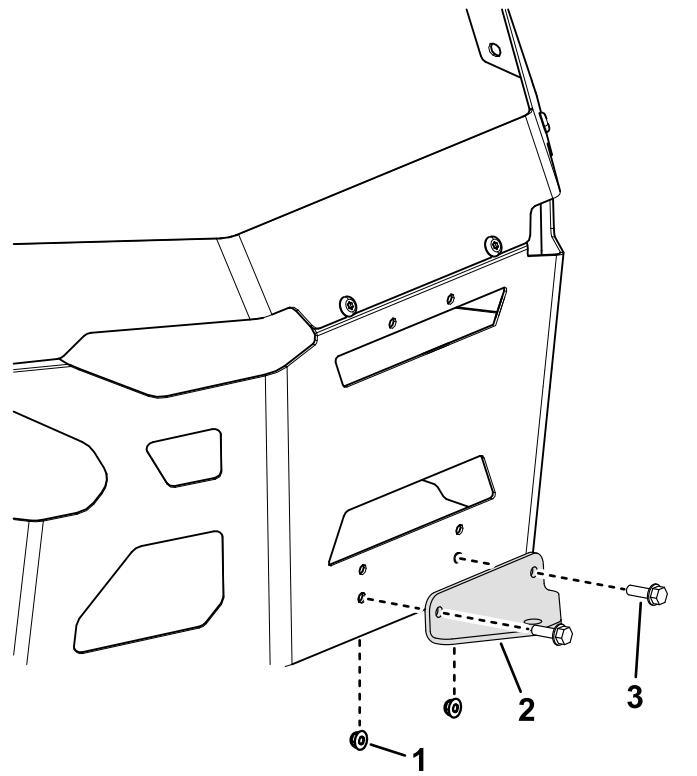

**Figure 5**
1. Fixez le support de stabilisation à la protection du moteur au moyen de 2 boulons de carrosserie ( $\frac{5}{16}$ " x 1") et 2 contre-écrous ( $\frac{5}{16}$ " ), comme montré à la Figure 5.